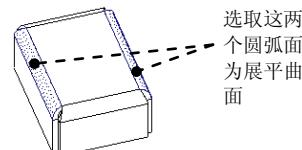

图 11.4.6 选取展平曲面
Step5. 确定要展平的折弯区域。在 **UNBENDSEL (展平选取)** 菜单中选择 **UnbendSelect (展平选取)** → **Done (完成)** 命令，然后在系统 **选取要展平的曲面或边** 的提示下，按住 Ctrl 键，选取图 11.4.6 中的两个曲面为展平面；再在 **FEATURE REFS (特征参考)** 菜单中选择 **Done Refs (完成参考)** 命令。